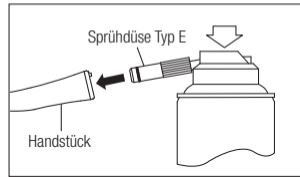

Abb.6
- 2) Setzen Sie die Sprühdüse auf der Rückseite des Handstücks ein. Halten Sie das Handstück fest und sprühen Sie für die Dauer von etwa 2-3 Sekunden. Tragen Sie Schmiermittel auf, bis es mindestens 2 Sekunden lang aus dem Handstückkopf austritt (Abb. 6).
- 3) Schmieren Sie das Handstück mit dem NSK PANA SPRAY Plus / PANA SPRAY (Abb. 6) oder dem automatischen System für Reinigung und Schmierung von NSK.